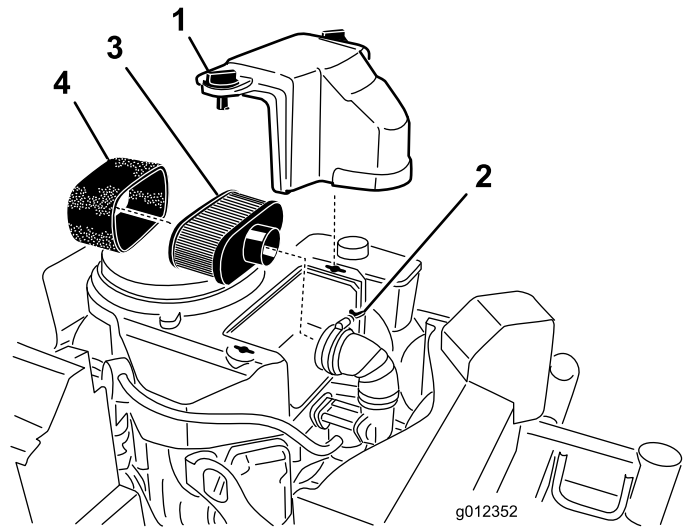

Bild 41
3. Reinigen Sie den Bereich um den Luftfilter herum, um zu verhindern, dass Schmutz in den Motor fällt und Schäden verursacht (Bild 41).
4. Schrauben Sie die Handräder los und entfernen Sie die Luftfilterabdeckung (Bild 41).
5. Schrauben Sie die Schlauchklemme los und entfernen Sie die Luftfilterabdeckung (Bild 41).
6. Ziehen Sie den Schaumeinsatz vorsichtig vom Papiereinsatz (Bild 41).
1. Reinigen Sie den Papierfilter nicht sondern tauschen Sie ihn aus (Bild 41).
1. Schieben Sie den Schaumeinsatz vorsichtig auf den Papierluftfiltereinsatz (Bild 41).
2. Schieben Sie den Luftfilter auf das Luftfilterunterteil oder den Schlauch und befestigen ihn (Bild 41).
3. Setzen Sie die Abdeckung des Luftfilters auf und ziehen Sie das Abdeckhandrad fest (Bild 41).